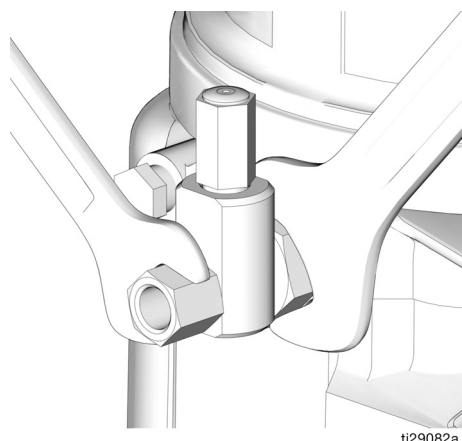

FIG. 30
1. Desserrer le raccord d'élément de pompe (FIG. 30).
3. Serrer le raccord d'élément de pompe à l'aide de deux clés travaillant dans des directions opposées (FIG. 30).